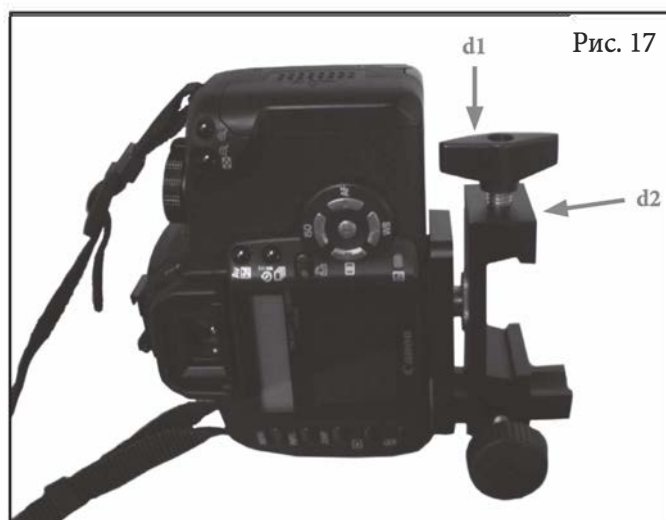

Рис. 16
3. С помощью штативного винта $1/4 \times 20$, закрепите установочную площадку «ласточкин хвост» (d1) на фотокамере (рис. 16).